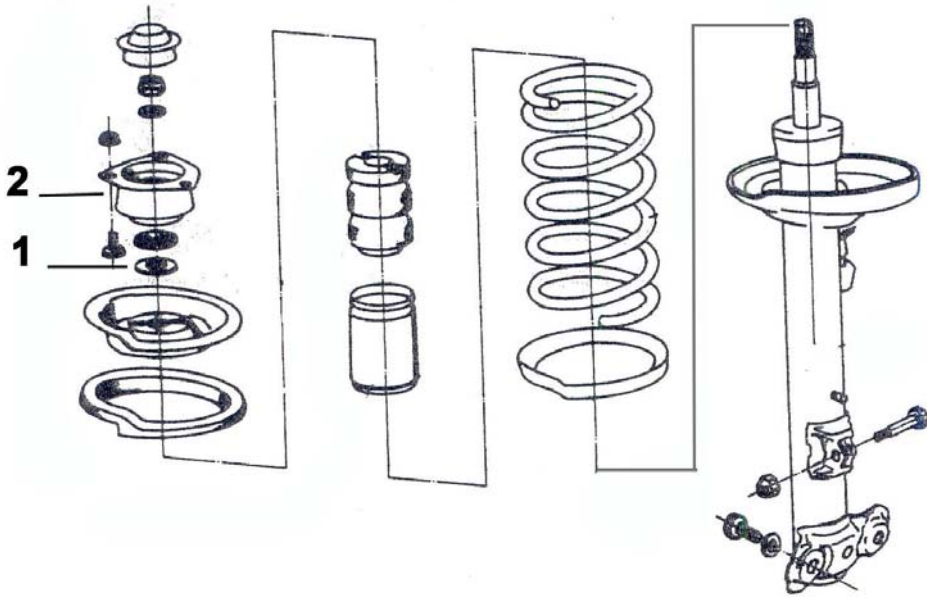

Fig 1
- **Fig. 1** Die 3 Befestigungsschrauben des Federbeins am Achsschenkel abbauen.
- **Fig. 1** Remove the suspension strut's 3 fastening screws on the steering knuckle.
- **Fig. 1** Démontér les trois vis de fixation de la jambe de force sur la fusée d'essieu.
- **Fig. 1** Quitar los 3 tornillos de fijación de la columna de suspensión en el cuello del eje.
- **Fig. 1** Original Anbauteile des Federbeins entnehmen; diese werden teilweise wiederverwendet.
- **Fig. 1** Remove the suspension strut's original add-on parts; some of them will be re-used.
- **Fig. 1** Enlever les composants d'origine de la jambe de force ; les réutiliser ensuite.
- **Fig. 1** Retirar las piezas adicionales originales del amortiguador; pueden volver a utilizarse.